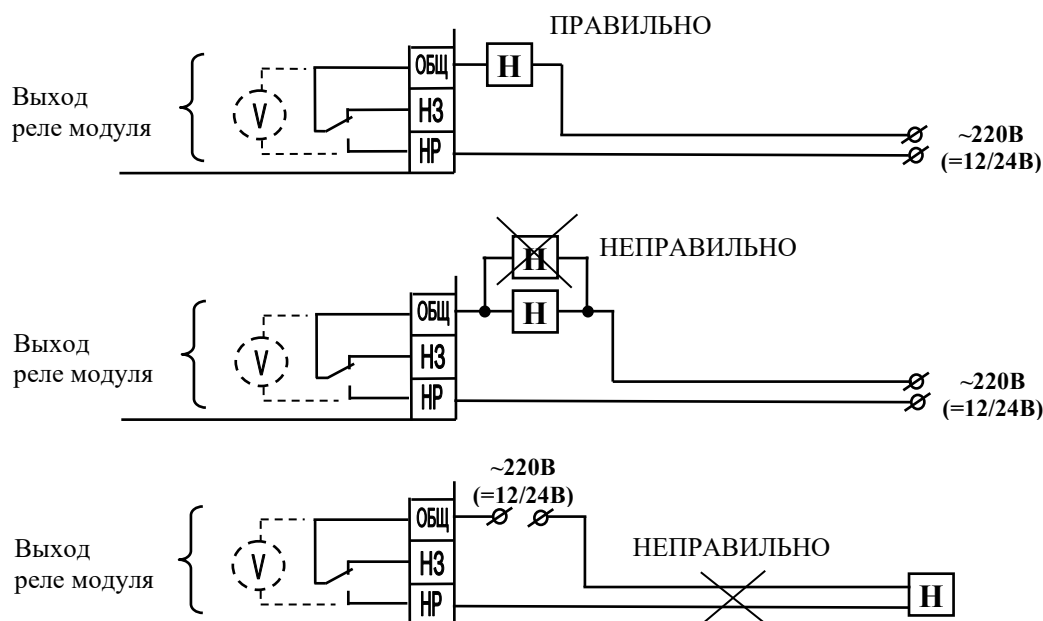

Рис.4. Особенности схемы подключения нормально-включенной нагрузки к МАКС-У исп.4.
| | 3. Извлечение платы из корпуса и удаление джамперов указанных на рис.4 производить при отключенном напряжении нагрузки. |
2.2.4. На рис.4 показаны наиболее часто встречающиеся ошибки подключения нормально-выключенной нагрузки к контактам модуля. На рисунке представлен также принцип контроля цепи управления, который условно может быть представлен как вольтметр, измеряющий напряжение между клеммами ОБЩ и НР.
Как демонстрирует рис.4, модуль обеспечивает контроль исправности цепи только одной подключенной нагрузки – обрыв цепи второй нагрузки обнаружен не будет.
При этом для эффективного контроля исправности нагрузки и цепи управления рекомендуется устанавливать модуль вблизи нагрузки. При работе с удаленной нагрузкой, как показано на рис.4, короткое замыкание в проводах, питающих нагрузку, обнаружено не будет.